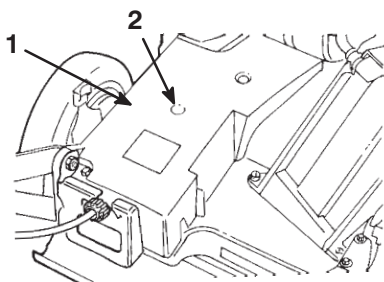

Bild 38
2. Führen Sie die Fettpresse durch die Öffnung in der Riemenabdeckung an den Schmiernippel (Bild 38).